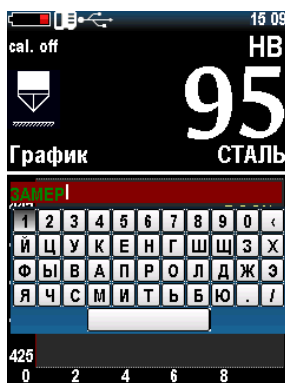

Рисунок 2.11 – Ввод названия сохраняемому измерению
11. На дисплее появляется клавиатура для ввода названия измерения (серии измерений) (рис. 2.11).